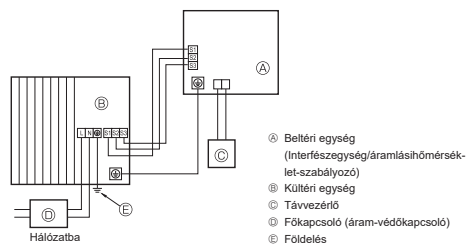
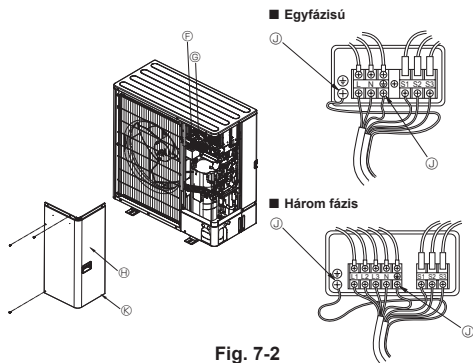

Fig. 7-1
Fig. 7-2
7.1. Kültéri egység (Fig. 7-1, Fig. 7-2)
- ① Távolítsa el a szerelőnyílás-fedelet.
- ② Csatlakoztassa a huzalokat a Fig. 7-1 és Fig. 7-2 szerint.